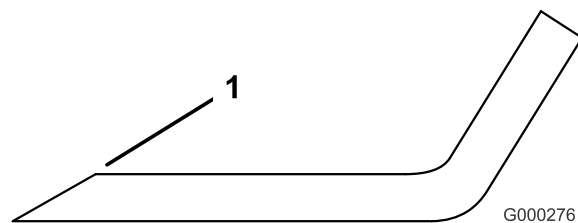

Figura 83
1. Affilate i taglienti da entrambe le estremità della lama con una lima (Figura 83). Rispettate l'angolazione originale. La lama conserva il proprio equilibrio soltanto se viene rimossa una quantità uguale di materiale da entrambi i taglienti.